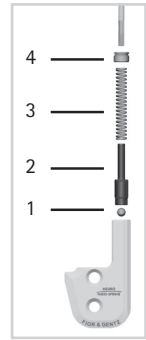

Abb. 6
- 1 Setzen Sie die Funktionseinheit zusammen. Beachten Sie die korrekte Reihenfolge: Kugel (1), Bolzen (2), Druckfeder (3) (Abb. 6).
- 2 Drehen Sie die Druckschraube (4) fest ein. Die Funktionseinheit wird dadurch im Federkanal der Deckplatte fixiert.